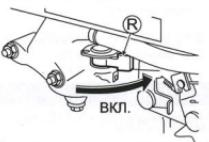

Рис. 4.
- Установите топливный кран (R) в положение "ON". (См. рис. 4.)